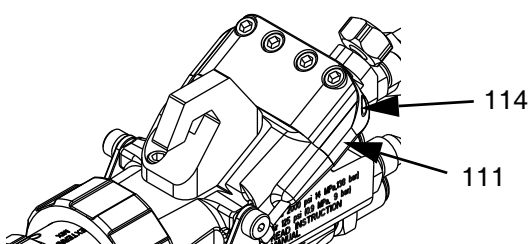
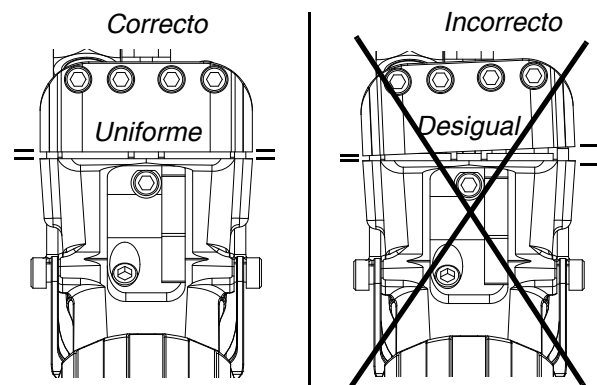

FIG. 11
FIG. 12
Lleve a cabo este procedimiento si la abrazadera del gatillo no se separa del cuerpo de la pistola correctamente cuando se aprieta el gatillo. Ver la FIG. 12. Este procedimiento permite ajustar los pasadores del actuador (111) en la abrazadera del gatillo. Ver la FIG. 11.
NOTA: Al instalar el gatillo de cuatro dedos (16F627), asegúrese de que funcione el bloqueo del gatillo y el conjunto de abrazadera abra correctamente. Vea la FIG. 12. Si se necesitan ajustes, realice este procedimiento **Ajuste de los tornillos de sujeción del pasador del actuador**.
11. Sostenga el gatillo completamente aplicado y mida el espacio entre la abrazadera del gatillo y el cuerpo de la pistola en ambos lados. Las separaciones deben ser de 1,65 mm (0,065 pulg) como mínimo en la posición abierta. Ajuste los tornillos como sea necesario. Consulte FIG. 12.